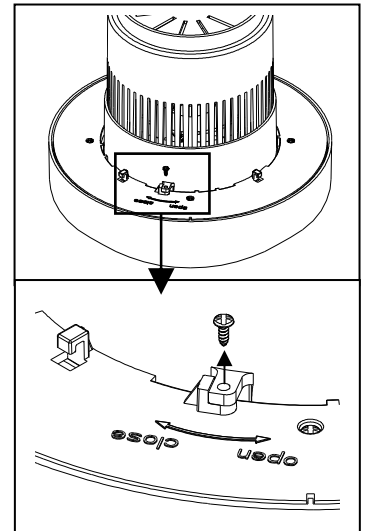

Fig. 7
- De vuelta el ensamblado Bomba y Filtro Flotante con luz UV boca abajo. Retire el tornillo de cierre. Fig. 7